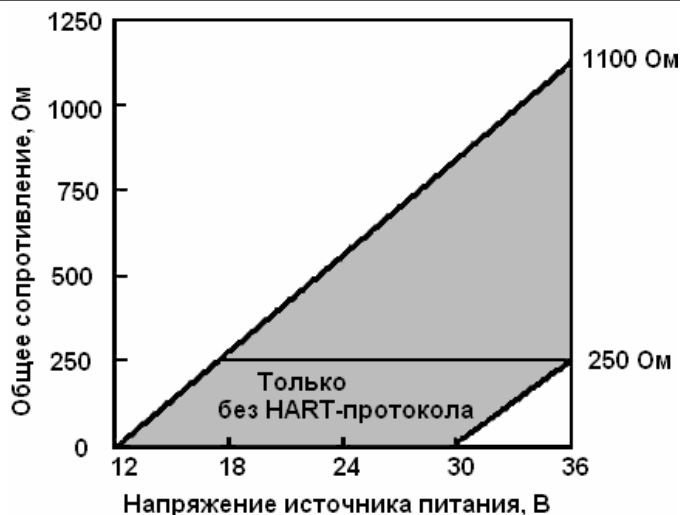

Рисунок 6 – График зависимости допустимого напряжения питания от общего сопротивления системы.
4.3.2 Источник питания преобразователя должен соответствовать требованиям формуляра 2.3 ГРБА.421221.001ФО. При выборе источника питания следует учитывать зависимость допустимого напряжения питания от общего сопротивления системы (рисунок 6).